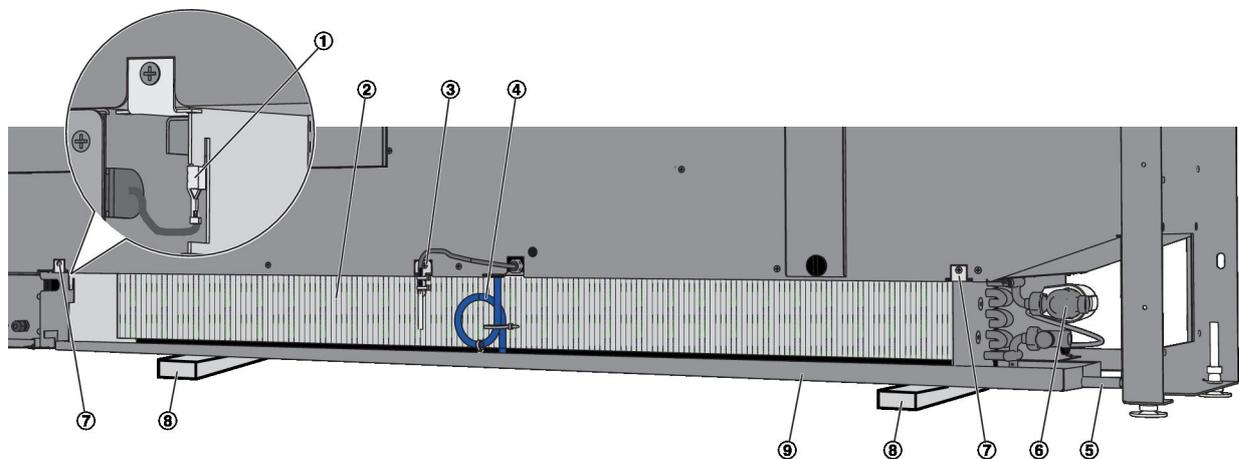

Abb. 31: Wärmeübertrager demontieren
- ▶ Schutzleiter (Abb. 31/1) am Wärmeübertrager (Abb. 31/2) lösen.
- ▶ Halter des Zulufttemperatursensors (Abb. 31/3) lösen.
Kondensatschlauch (Abb. 31/4) von Kondensatwanne (Abb. 31/9) lösen, dazu den Kabelbinder entfernen.
- ▶ Betriebsdruck der wasserseitigen Anschlüsse (Abb. 31/6) ablassen und die Rohrverschraubungen am Wärmeübertrager lösen. Ggf. Abfluss am Kondensatanschluss (Abb. 31/5) demontieren.
7. ▶ Wärmeübertrager und Kondensatwanne (Abb. 31/9) mit geeignetem Material abfangen, z. B. mit Holz (Abb. 31/8).
Halterungen (Abb. 31/7) des Wärmeübertragers durch Lösen der beiden Kreuzschlitzschrauben demontieren und den Wärmeübertrager mit Kondensatwanne vorsichtig absetzen. Wärmeübertrager mit Kondensatwanne nach vorne aus dem Gerät ziehen.
9. ▶ Die Kondensatwanne (Abb. 31/9) mit handelsüblichen Reinigungs- oder Desinfektionsmitteln reinigen.
■ Kondensatablauf (Abb. 31/5) (optional) auf freien Ablauf prüfen.